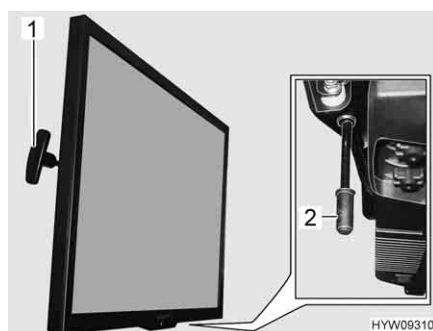

Fig. 58 Schermo piatto (scorrevole)
- Tirare la maniglia (Fig. 58, 1) e tenerla in posizione. Lo schermo piatto è sbloccato.
- Tirare la maniglia (Fig. 58, 2) verso il basso e tenerla in posizione. Lo schermo piatto è sbloccato.